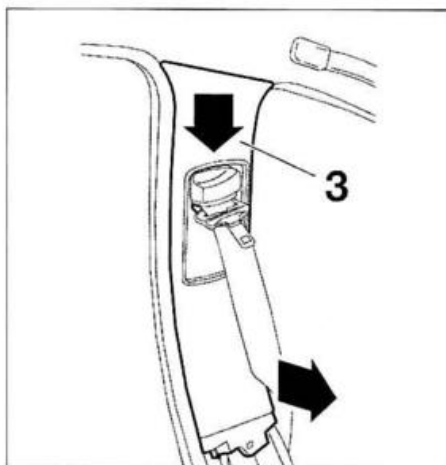

FIG. 8
. Desengrapar el guarnecido superior (3) del montante central comenzando por la parte baja y separarlo del montante central tirando en vertical (fig. 8).